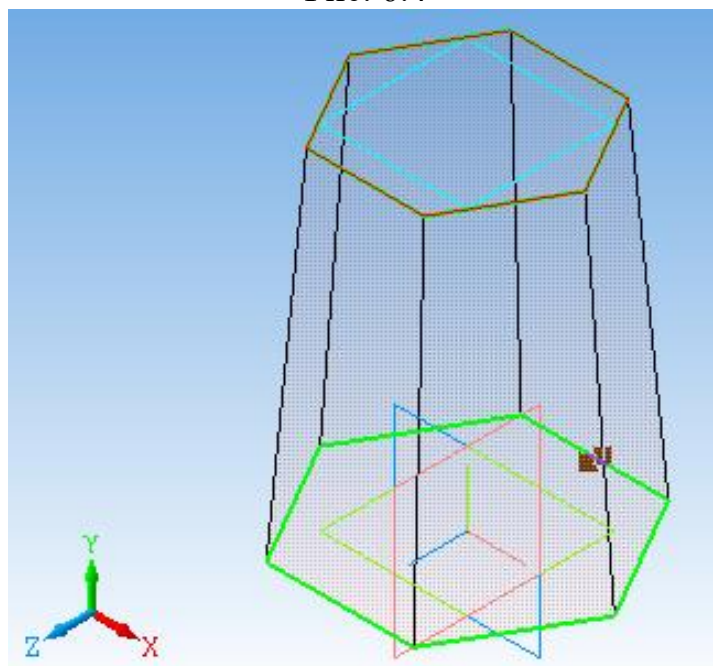

Рис. 6.5
7. На *Інструментальній панелі* вибрати  *Редагування деталі* -  *Операція по перетинах*. У *Дереві побудови* клацнути по ярлику *Ескіз 1*, потім *Ескіз 2*. З'явиться фантомне зображення піраміди (рис. 6.5). Зафіксуйте команду, натиснувши  *Створити об'єкт*.